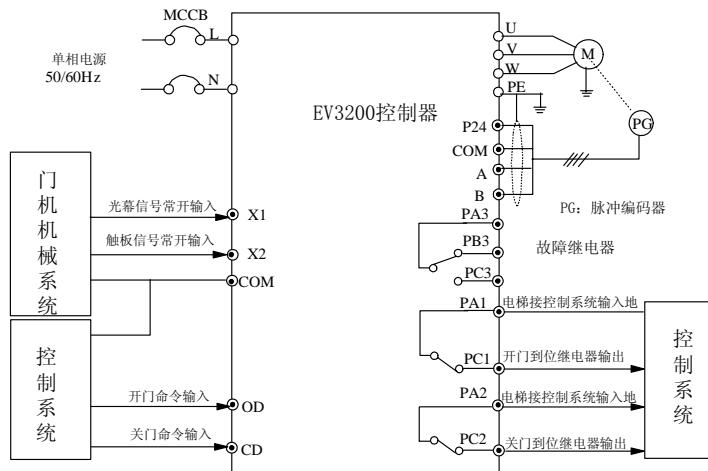
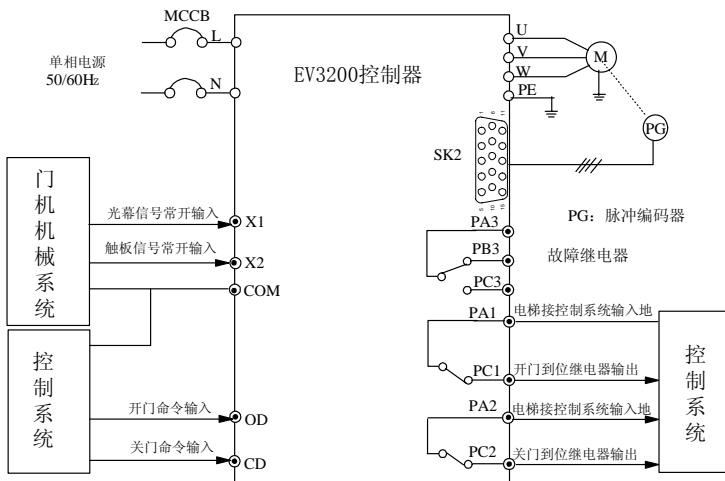

图 7-3 距离控制 1 系统接线图 (异步机)
图 7-4 距离控制 1 系统接线图 (同步机、UVW 增量式编码器)
距离控制 1 需在电机轴上安装脉冲编码器。距离控制根据实际行走的编码器脉冲计数来进行速度的切换及开关门到位的判断。距离控制的系统接线如图 7-3、图 7-4 所示。
- 1) 按照图 7-3 或图 7-4 接线 (脉冲编码器接线请参照 3.4 同步电机编码器端子和 3.5 控制器的配线图)。
距离控制 2 方式下，系统配置参见图 7-3，编码器可以不与电机同轴连接。